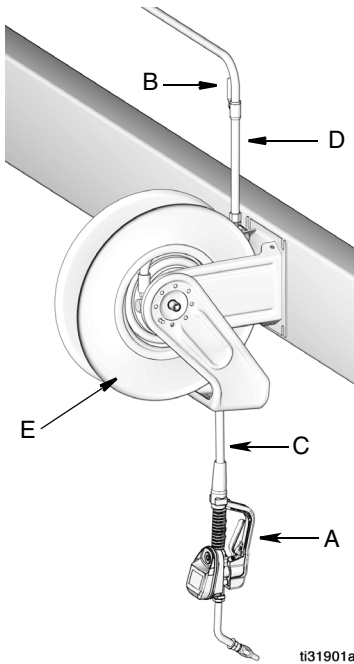

FIG. 4
La instalación típica mostrada en la FIG. 4 se facilita solo a modo de referencia. No es un diseño del sistema completo. Póngase en contacto con su distribuidor de Graco si desea obtener ayuda para planificar un sistema adecuado a sus necesidades.
2. Cierre la válvula de cierre de fluido (B, FIG. 4, página 9).
1. Cierre la válvula de cierre de fluido (B, FIG. 4, página 9) en cada posición de dispensación.
4. Abra poco a poco la válvula de cierre del fluido (B) en la posición de dispensación. Limpie con una cantidad suficiente de aceite para garantizar que todo el sistema está limpio; a continuación, cierre la válvula.